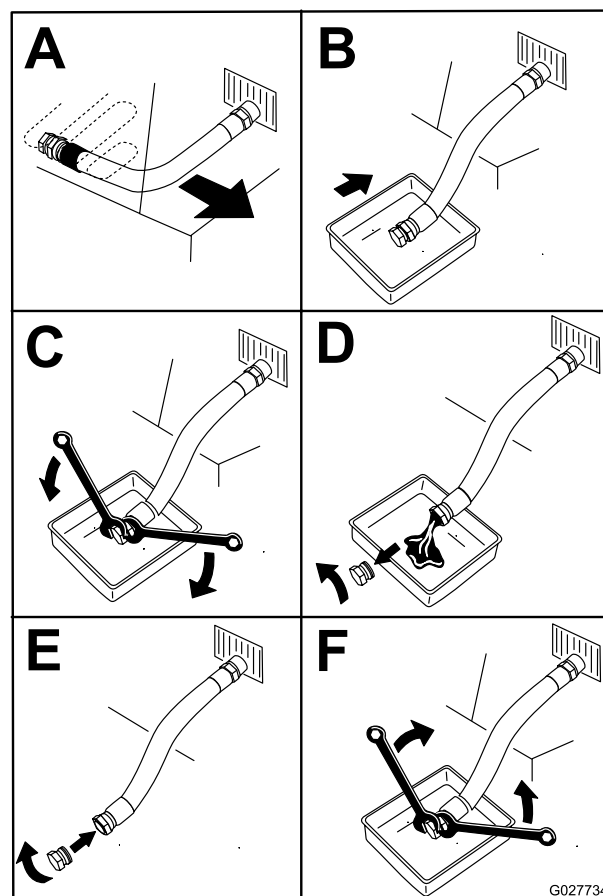

Figure 57
5. Vidangez l'huile moteur (Figure 57).